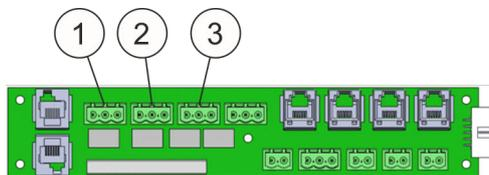

Fig. 65 : Bornes de raccordement
- Borne de raccordement pour sortie de relais »Pré-alarme« (Fig. 65 /1)
- Borne de raccordement pour sortie de relais »Alarme incendie« (Fig. 65 /2)
- Borne de raccordement pour sortie de relais »Extinction« (Fig. 65 /3)